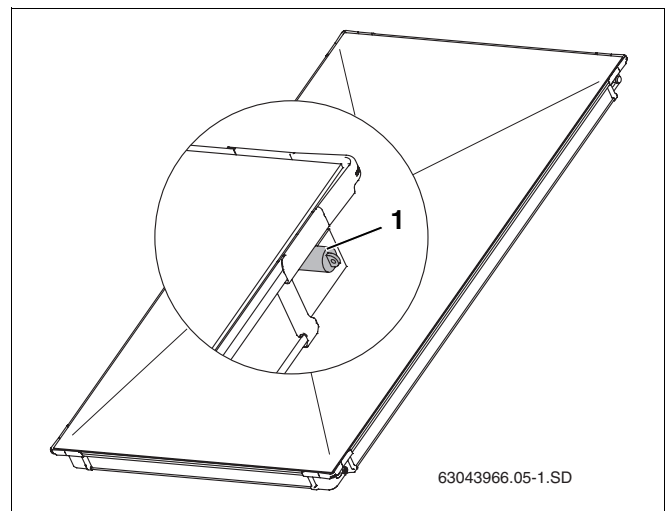

Fig. 5 Tapas de plástico en las conexiones del colector
- ▶ Retire las tapas de goma (fig. 5, pos. 1) justo antes de realizar el montaje.